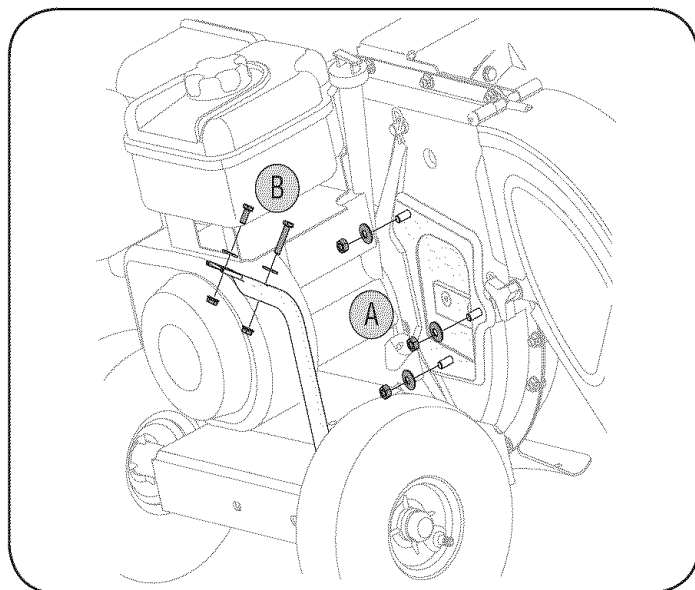

Figura 5
- Saque las tres arandelas curvas y las tuercas hexagonales de los espárragos de la soldadura que están alrededor de la abertura en el costado de la caja del motor. Vea la Figura 5.